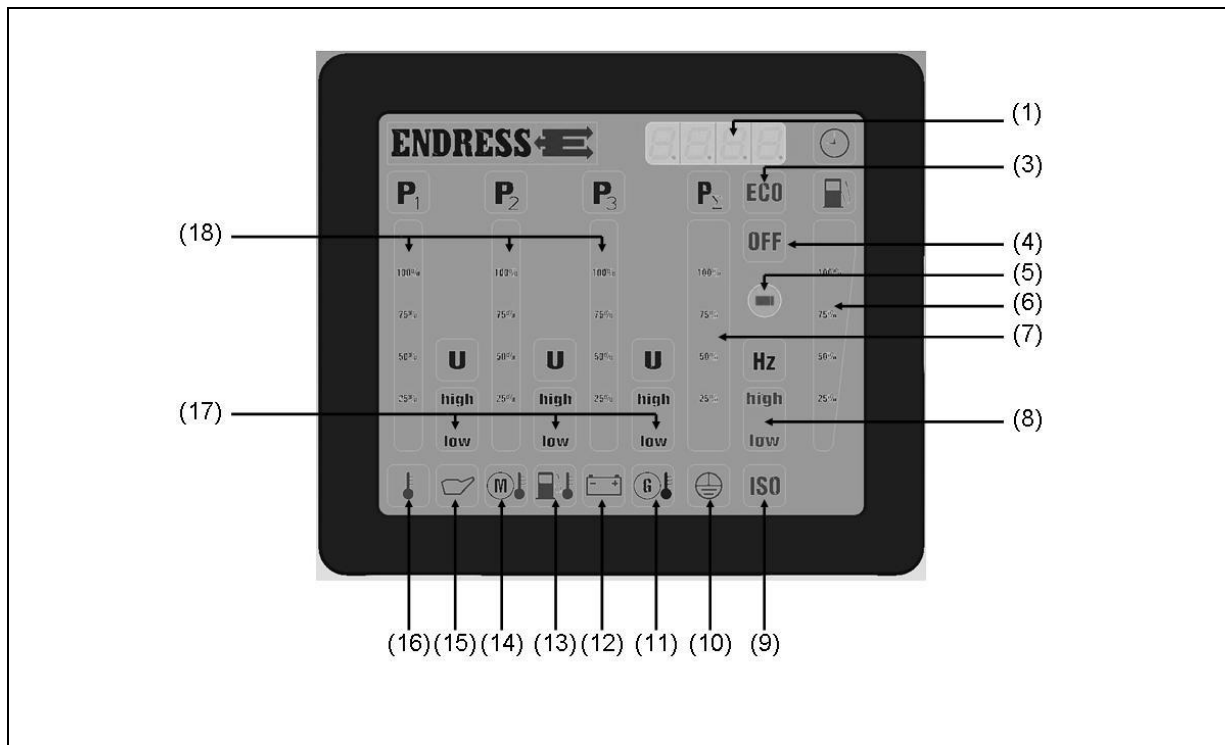

Fig. 4-7: Multifunksjonsdisplay
**Driftstimer:** Indikatoren (se Fig. 4-7-(1)) er aktiv når apparatet er i gang eller i 30 sekunder når START-STOPP-bryteren står i posisjon "Drift".
**Omgivelsestemperatur:** Dersom indikatoren (se Fig. 4-7-(16)) lyser rød når apparatet er i gang, er temperaturen for høy og apparatet bør slås av.
- Oljetrykk:** Dersom indikatoren (se Fig. 4-7-(15)) lyser rød når apparatet er i gang, er oljetrykket for lavt og apparatet slås av automatisk og summeren høres, den kan kvitteres med kvitteringstasten.
- Motortemperatur:** Dersom indikatoren (se Fig. 4-7-(14)) lyser rød når apparatet er i gang, er motortemperaturen for høy og apparatet bør slås av.
- Drivstofftemperatur:** Dersom indikatoren (se Fig. 4-7-(13)) lyser rød når apparatet er i gang, er drivstofftemperaturen for høy og apparatet bør slås av.
- Batterieladekontroll:** Dersom indikatoren (se Fig. 4-7-(12)) lyser rød, er ladefunksjonen for dynamoen falt ut. Blinker indikatoren rød, er ladespanningen på dynamoen for høy.
- Isolasjonsovervåkning:** Dersom indikatoren (se Fig. 4-7-(9)) lyser rød eller summeren høres, foreligger det en isolasjonsfeil. (Se kapittel 5 Isolasjonsovervåkning).
- Kontroll av jordingskabel:** Dersom indikatoren (se Fig. 4-7-(10)) lyser under kontroll av jordingskabelen (se kapittel 0 Kontroll av jordingskabel) grønn, så er jordingskabelen til tilkoblede apparater i orden. Dersom jordingskabelen ikke fungerer, blir indikatoren værende slukket.
Indikatoren (se Fig. 4-7-(10)) angir en omtrentlig, retningsgivende verdi for tankinnholdet.
**Frekvens:** Dersom indikatoren (se Fig. 4-7-(8)) er grønn, er frekvensen i korrekt område (47,5-52,5 Hz). Dersom indikatoren ved "high" er rød, er frekvensen for høy. Dersom indikatoren ved "low" er rød, er frekvensen for lav.
Spenning (U) (se Fig. 4-7-(17)):
Belastning (P) (se Fig. 4-7-(18)):
**Relativ belastningsindikasjon:** Belastning ( $P_{\Sigma}$ ) (se fig. 4-7-(7))
Lyser symbolet "OFF" (se Fig. 4-7-(4)) rødt og summeren høres, er NØDSTOPP-bryteren trykket inn. Summeren kan kvitteres (slås av) ved hjelp av kvitteringstasten.
- ✓ Symbolet på displayet (se fig. 4.7-(9)) viser resultatet, ved isolasjonsovervåkning med summer høres den i tillegg, og kan kvitteres ved hjelp av kvitterings-/resettasten (se Fig. 4--(2)):
- ✓ Symbolet på displayet (se Fig. 4-7-(9)) viser resultatet: